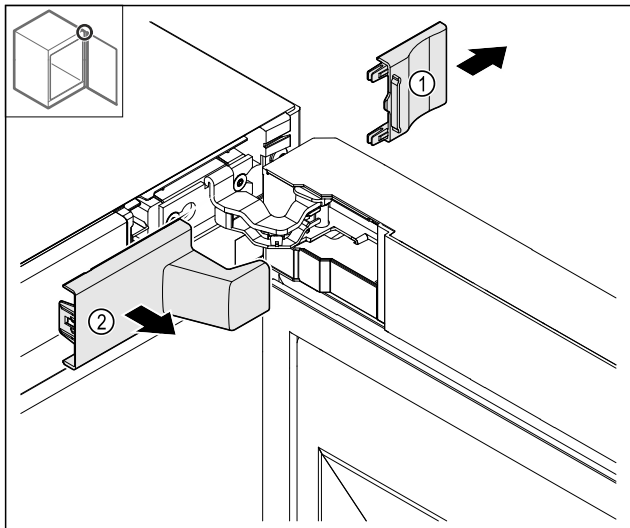

Fig. 14
- Fjern først afdækningen Fig. 14 (1) og dernæst Fig. 14 (2).